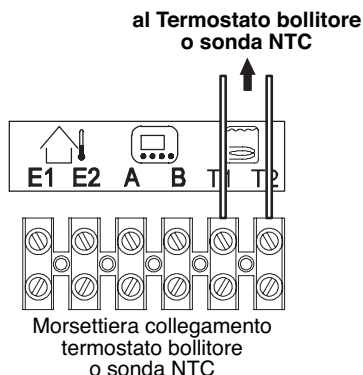

Figura 5.27
- Collegare ai morsetti T1 e T2 della morsettieria i due conduttori elettrici come indicato in Figura 5.27. Collegare gli stessi conduttori ai morsetti del termostato bollitore o sonda NTC.